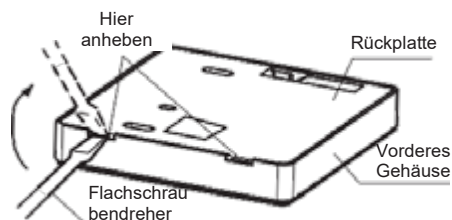

Abb. 3-2
- Schieben Sie die Spitze des Flachsraubendrehers in die Löcher an der Unterkante der kabelgebundenen Fernbedienung (an 2 Stellen vorhanden), dann entfernen Sie das vordere Gehäuse, indem Sie die Rückplatte anheben. (Abb. 3-2)